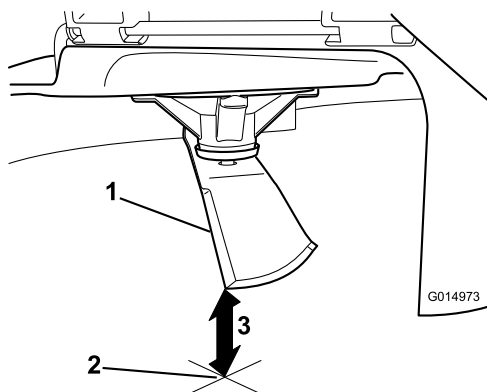

Bild 58
3. Messen Sie von der Messerspitze bis zu ebenen Fläche (**Bild 58**).